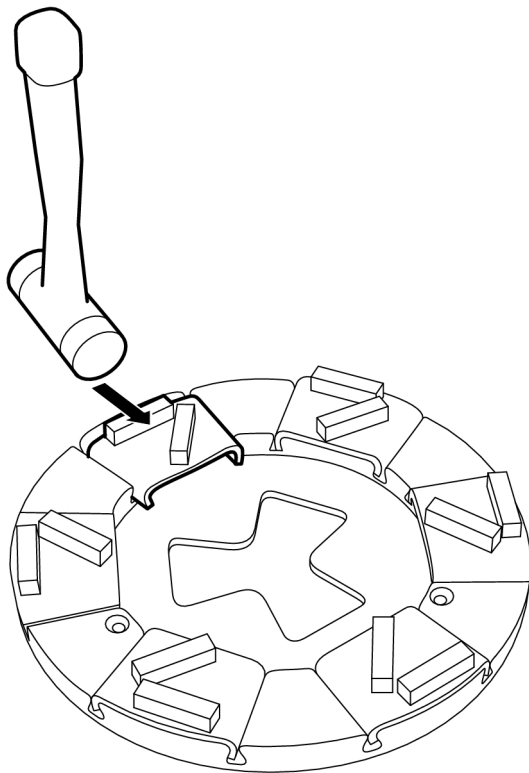

Figure 4-13. Dégager l'outil de ponçage
1. Libérez l'outil de ponçage en frappant légèrement dessus avec un marteau de manière à faire lâcher la retenue, voir Figure 4-13, page 25. Dégagez ensuite l'outil de la rainure de guidage.